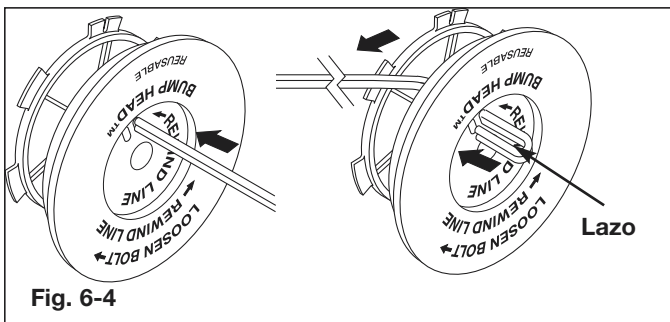

Fig. 6-4
6. Tome aproximadamente 30 pies (9.1 m) de nueva línea de corte, enlázala en dos longitudes iguales. Inserte cada extremo de la línea a través de uno de los dos orificios del carrete interior (Fig. 6-4). Pase la línea a través del carrete interior de modo que el lazo sea lo más pequeño posible.